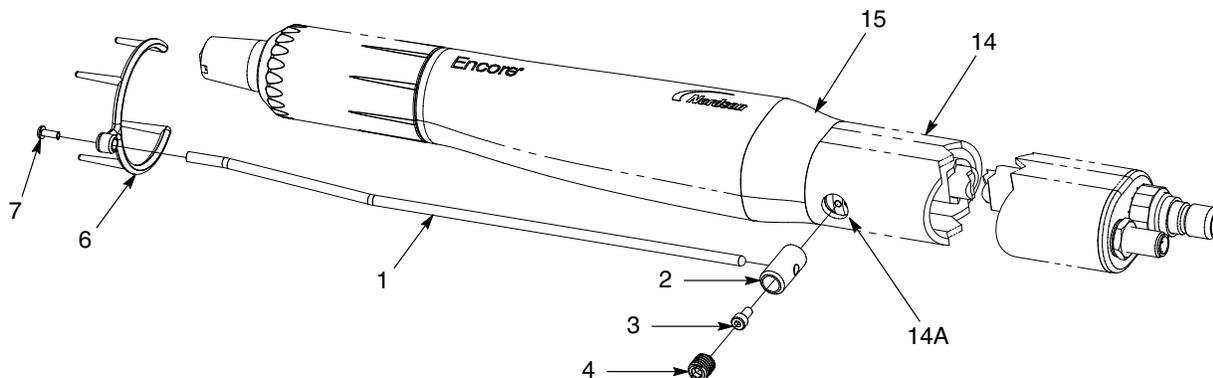

Figura 3 Instalación del colector de iones - Pistola de montaje en tubo
9. Ver la figura 3. Retirar el tapón del agujero de montaje (14A) si es aplicable.
10. Introducir el soporte (2) en el orificio de montaje (14A) y fijarlo a la placa de puesta a tierra en el conjunto del cuerpo posterior (15) utilizando el tornillo de cabeza hueca (3).
11. Insertar la varilla del colector (1) en el soporte y asegurarla con el tornillo de ajuste M10 x 10 de nailon (4).
12. Fijar la punta multipunto (6) a la varilla del colector (1) utilizando el tornillo M3 x 8 (7).